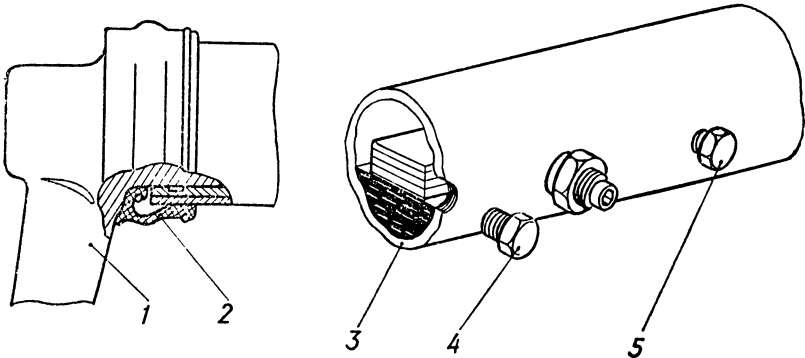

Рис. 47. Пробки для залива и контроля уровня масла в трубах передней подвески:
Передняя подвеска снабжена манжетами 2 (рис. 47) рычагов 1. Манжеты 2 выполнены по типу самоподвижных сальников, обжимающих рычаг пружиной, а трубу подвески — стяжным хомутом из проволоки. Обе трубы 3 подвески имеют по два маслозаливных отверстия, закрытых пробками 4 и 5.
1. Проверяйте состояние уплотнительных манжет, а при обнаружении течи смазки устраните подтекание и долийте смазку. Для этого установите трубы в горизонтальном положении, выверните обе пробки 4 и 5 (рис. 47) и доливайте масло в одно из отверстий, пока оно не появится в другом на уровне его нижней кромки.